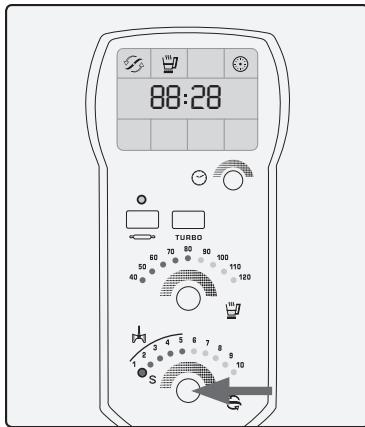

Abbildung 38
3. Geschwindigkeit auswählen. Die Steuerung Geschwindigkeitsauswähler langsam nach rechts/links drehen, um die Betriebsgeschwindigkeit auszuwählen. Die Leuchtanzeigen der ausgewählten Geschwindigkeit leuchten grün auf und die Leuchtanzeigen der Temperatur leuchten jetzt rot auf. Das Gerät erwärmt sich (Abbildung 38).